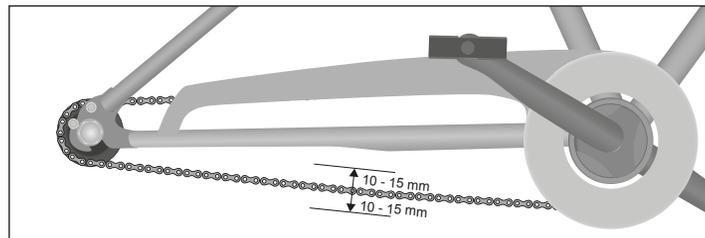

Abb.: W-7 Die Kette muss sich minimal um 10 und maximal um 15 mm nach oben bzw. unten durchdrücken lassen.
2. Drücken Sie die Kette nach oben bzw. unten und prüfen Sie, ob Sie die Kette zwischen 10 und 15 mm durchdrücken können (siehe *Abb.: W-7*).